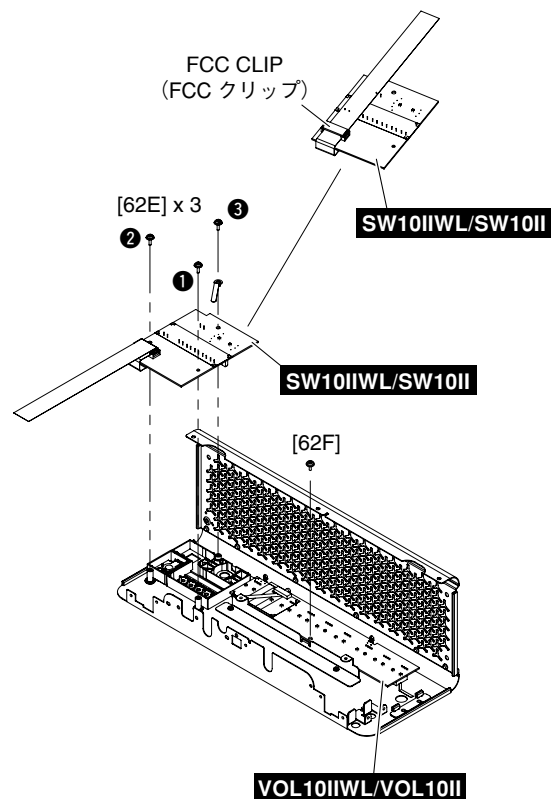

Fig. 8 (図 8)
- 6-4. Remove the three (3) screws marked [62E]. The SW circuit board can then be removed. (Fig. 8)
* **Tighten the screws in the numerical order of ① to ③ in the figure during installation of the SW10IWL/SW10II circuit board. (Fig. 8)**
- 7-4. Remove the screw marked [62F]. The VOL10IWL/VOL10II circuit board can then be removed. (Fig. 8)
- 6-4. [62E] のネジ 3 本を外して、SW シートを外します。(図 8)
※ SW10IWL/SW10II シートを取り付けるときは、図中の数字 ① から ③ の順ネジ締めをしてください。(図 8)
- 7-4. [62F] のネジ 1 本を外して、VOL10IWL/VOL10II シートを外します。(図 8)